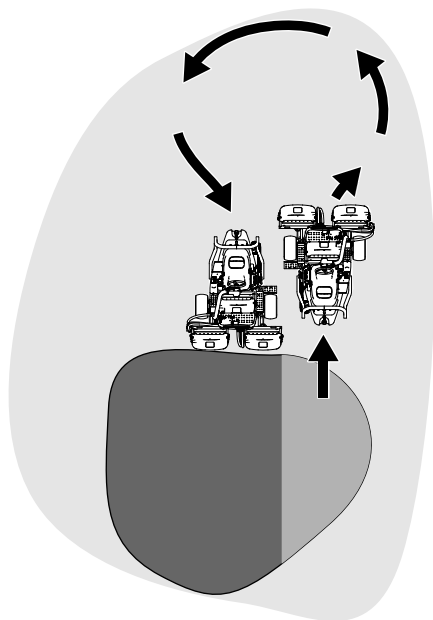

Bild 35
6. Verkürzen Sie die Betriebszeit und vereinfachen Sie das Ausrichten für den nächsten Durchgang, indem Sie die Maschine vorübergehend in die entgegengesetzte Richtung und dann in die Richtung des ungemähten Teils drehen. Führen Sie eine tränenförmige Wende durch (Bild 35), um die Maschine schnell für den nächsten Durchgang auszurichten.